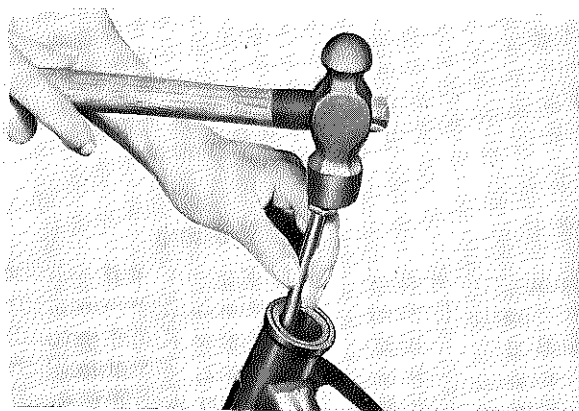

Fig. 5-7-7
1. Remove races from head pipe using drift punch and hammer as shown. Work the race out gradually by tapping lightly around its complete diameter. (Fig. 5-7-7)
1. Pour enlever les cuvettes restée dans la tête de fourche, utiliser une longue broche et un marteau comme indiqué sur la figure. Déloger graduellement la cuvette en tapant légèrement sur tout son pourtour (Fig. 5-7-7).
1. Kugellaufringe wie gezeigt aus dem Lenkerkopfrohr entfernen; dazu einen Dorn und einen Hammer verwenden. Auflagepunkt des Dorns am Umfang verändern und mit dem Hammer leicht dagegen schlagen. (Fig. 5-7-7)